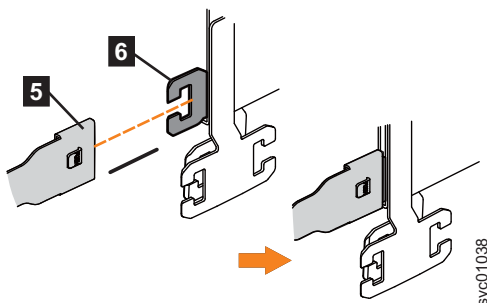

Figura 76. Prenda o conector do trilho de suporte do CMA superior no trilho de suporte direito
4. Prenda o conector do trilho de suporte no conjunto de CMA superior (**5**) à base do conector no trilho de suporte direito (**6**), conforme mostrado em Figura 76.